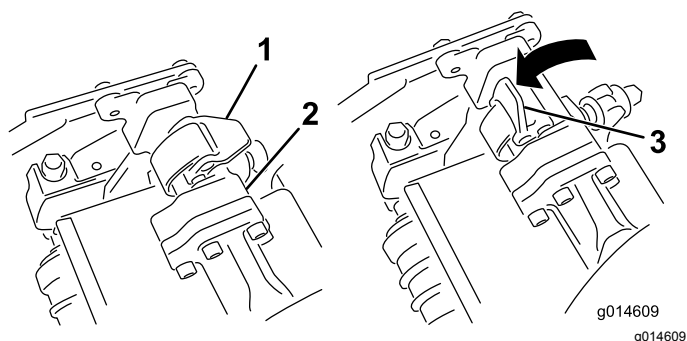
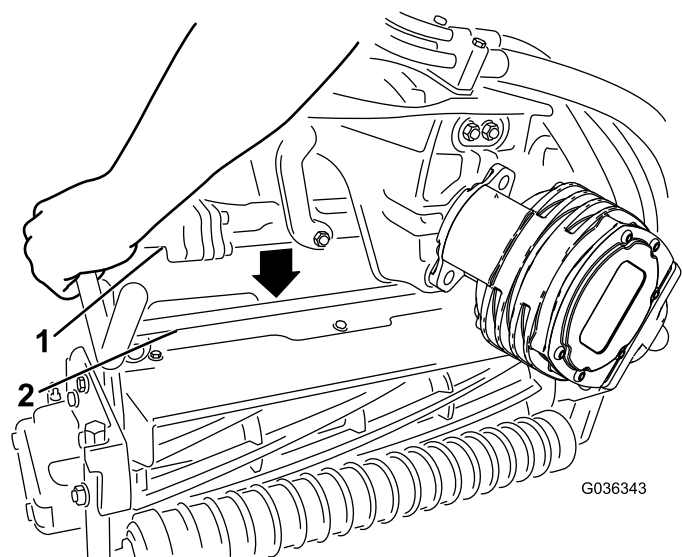

Figura 53
Figura 54
4. Com os fechos na barra do braço de suspensão a apontar para cima (i.e. abertos) (Figura 53), empurre o braço de suspensão para baixo de forma a que a barra passe pela barra através da parte superior da unidade de corte (Figura 54).
5. Feche os fechos para baixo e em redor da barra da unidade de corte e bloqueie-os no sítio (Figura 53).
5. Abra os fechos na barra do braço de suspensão da unidade de corte que está a remover (Figura 53).